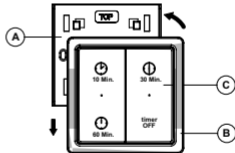

Fig 6.
3. Collocare il Timer RF sulla piastra di montaggio e spingerlo delicatamente di circa 5 mm verso il basso, fino a quando il Timer RF non rimarrà bloccato (fig. 6).